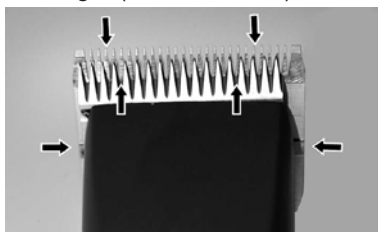

Fig. 22
For å oppnå gode klippemaskinesultater og for å øke levetiden til klippemaskinen og klippehodet, må du påføre et tynt lag md olje mellom det øvre og nedre bladet (Fig. 22).
- ▶ Smør bladene tilstrekkelig under klippingen (minst hvert 15. minutt), slik at de ikke går tørre (Fig. 22).
Bladene må oljes før, under og etter hver gang de brukes. Når bladene på klippemaskinen etterlater striper eller går med redusert hastighet, er dette et tegn på at olje kreves. Påfør noen dråper olje foran på sidene av klippebladene (se pilene i Fig. 22). Tørk av overflødig olje med en tørr klut. Smøresprayer har ikke nok olje til å opprettholde god smøring, men hjelper til med å kjøle ned bladene. Skadede eller sløve blader må straks skiftes ut for å unngå skader.